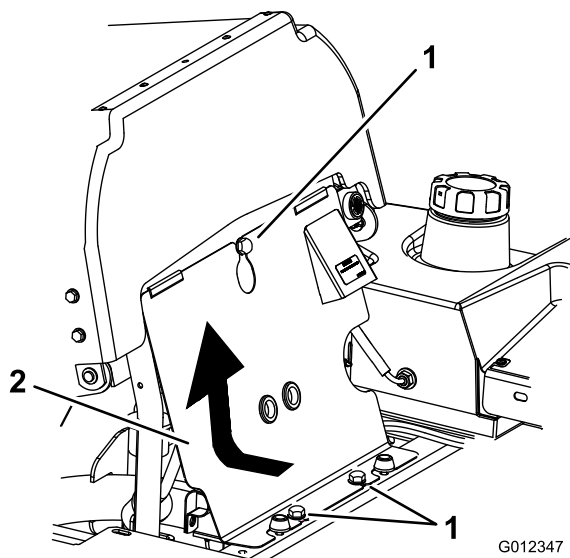

Figure 45
1. Basculez le siège en avant, desserrez les boulons et déposez le panneau avant du moteur (Figure 45).